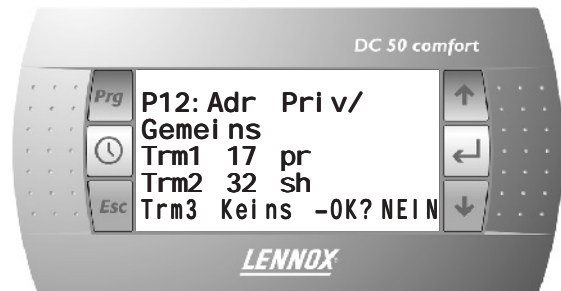

Abb. 32
- Durch erneutes Drücken von 8 wird der in **Abb. 32** gezeigte Bildschirm angezeigt.